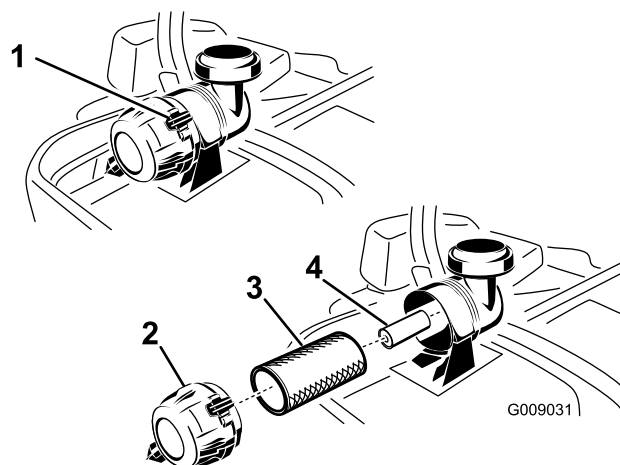

図 36
3. エアクリーナのリテーナクランプを押し下げて外し、エアクリーナのボディーからカバーを引き抜く（図 36）。
5. 1 次フィルタをゆっくり引き抜くようにしてエアクリーナのボディーから外す（図 36）。ボディーの側面にフィルタをぶつけないように注意すること。
1. ペーパーフィルタは清掃しないで交換する（図 36）。
2. 二次フィルタを交換する場合には、十分に注意しながら、フィルタのボディーに挿入する（図 36）。
3. 一次フィルタをゆっくり押し込むようにして二次フィルタの上から取り付ける（図 36）。一次フィルタの外側リムをしっかりと押さえて確実に装着してください。
ランプがカバーに適切にはまるように取り付ける（図 36）。